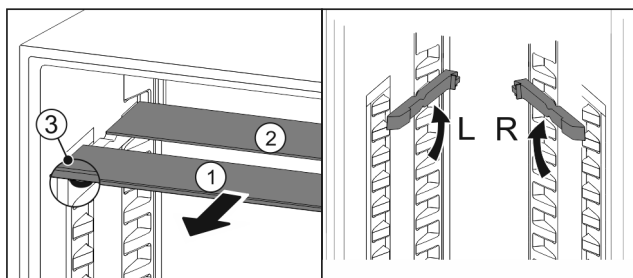

Fig. 108
- ▶ 将玻璃隔板逐个向前拉出 Fig. 108 (1)。
- ▶ 带装饰条的玻璃隔板 Fig. 108 (1)在前。
- ▶ 阻挡装置 Fig. 108 (3)指向下方。